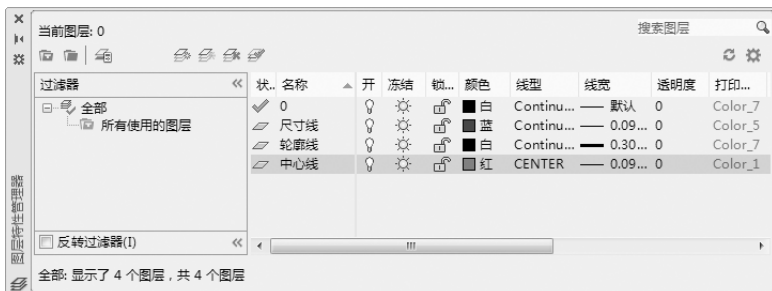

图 4-85 新建图层的各项设置
(7) 采用相同的方法再创建两个新图层，分别命名为“轮廓线”和“尺寸线”。“轮廓线”图层的颜色设置为白色，线型为“Continuous”（实线），线宽为“0.30 mm”。“尺寸线”图层的颜色设置为蓝色，线型为“Continuous”，线宽为“0.09 mm”。设置完成后，使 3 个图层均处于打开、解冻和解锁状态，各项设置如图 4-85 所示。